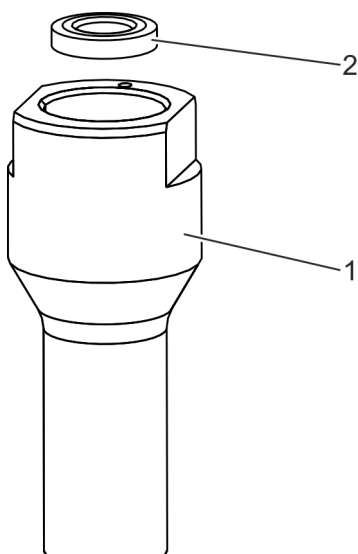

Fig. 16: Retirar el anillo de apriete
9. ➤ Retire el anillo de apriete (Fig. 16/2) del cuello de unión (Fig. 16/1).
11. ➤ Coloque el nuevo anillo de apriete (Fig. 16/2) en el cuello de unión (Fig. 16/1).